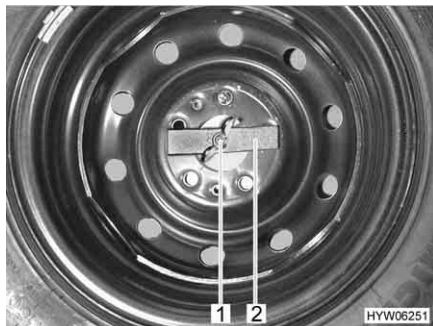

Fig. 247 Ruota di scorta nel gavone di coda
- Svitare manualmente il dado ad alette (Fig. 247,1) e rimuoverlo.
- Rimuovere la barretta di compressione (Fig. 247,2).